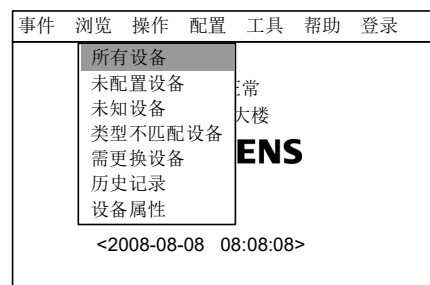
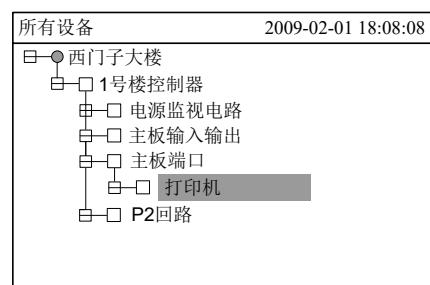

图 29-2
图 29-3
2. 按“→”键选择“浏览”子菜单 (图 29-2), 选择“所有设备”, 然后按“OK”键, 树状图显示出来 (图 29-3)。打印机通常位于控制器的主板端口下。